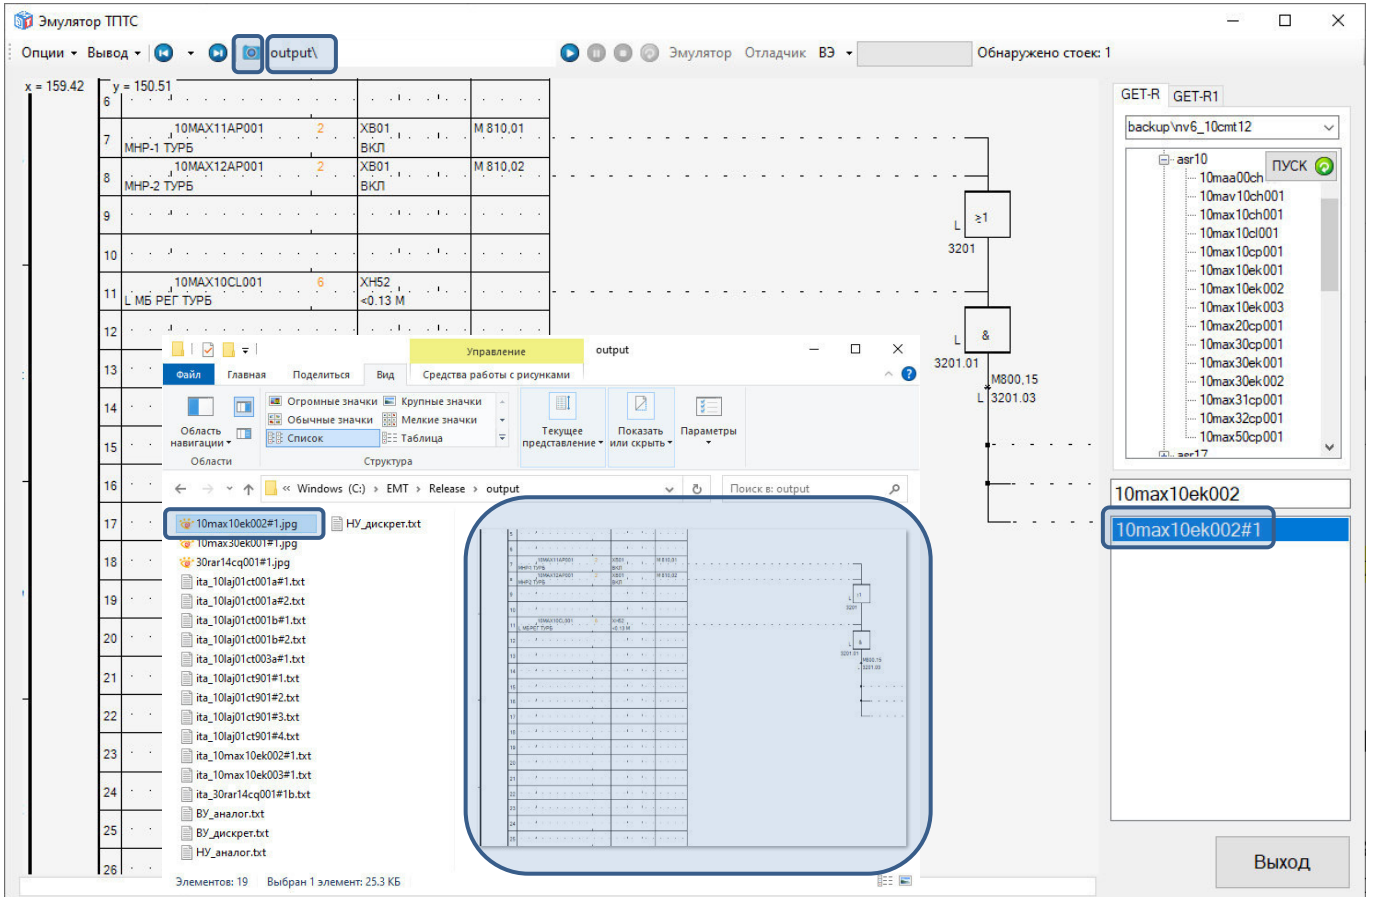

Рисунок 17 – Активация опции «Снимок экрана» и результат ее выполнения
- 2) нажать кнопку «Снимок экрана» на панели инструментов (см. рисунок 17).
7.6.2 Результат выполнения операции будет сохранен в директории, указанной в поле «Директория вывода», в формате jpg-файла с названием «[KKS]#[лист].jpg» (см. рисунок 17).